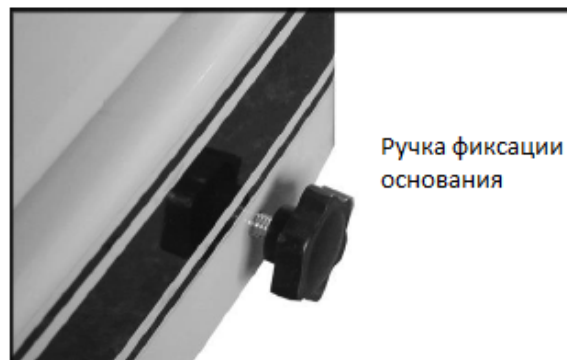

Рис. 1
2. Станок следует эксплуатировать в достаточно освещенном помещении с хорошей вентиляцией и твердым полом. Установленный на основание станок можно перекачать в нужное место. Затяните ручку фиксации основания (Рис. 1) для предотвращения смещения станка во время эксплуатации или регулировки.